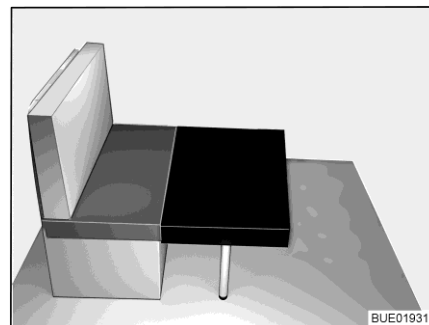

Fig. 62 Trasformazione (1)
- Posizionare il cuscino aggiuntivo piccolo davanti al cuscino del divano dei sedili sul tavolo (vedere Fig. 62).